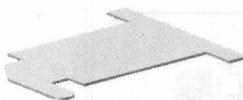
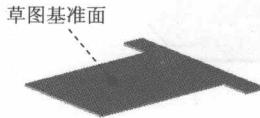

图 1.5 薄片 1
图 1.6 草图基准面
Step3. 创建图 1.5 所示的钣金特征——薄片 1。
(1) 选择命令。选择下拉菜单 **插入(I)** → **钣金(W)** → **薄片(S)...** 命令 (或单击“钣金”工具栏上的“基体法兰/薄片”按钮)。
(2) 定义特征的横断面草图。
① 定义草图基准面。选取图 1.6 所示的表面作为草图基准面。
说明：在创建图 1.5 所示的薄片时，选取图 1.6 所示的表面为草图基准面与选取其背面为草图基准面结果相同。